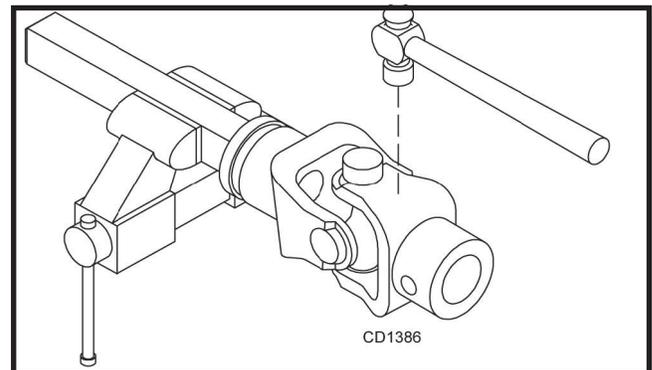

Figura 19. Remoção das tampas
2. Com os anéis removidos, fixe no torno, segure o garfo com a mão e bata no garfo para remover as tampas do garfo. Veja a Figura 19.